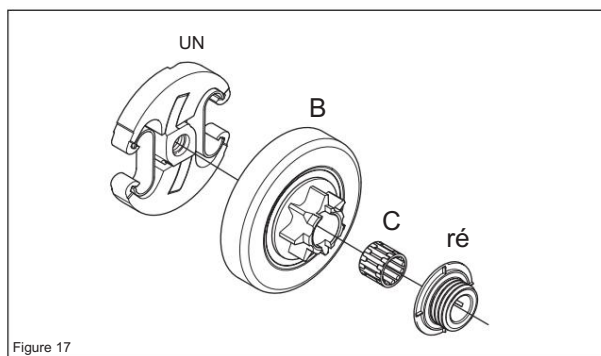

Figure 17
Déposer l'embrayage centrifuge (A). Retirez le tambour d'embrayage (B), le roulement à aiguilles (C) et la roue d'entraînement de la pompe (D). (voir figure 17)